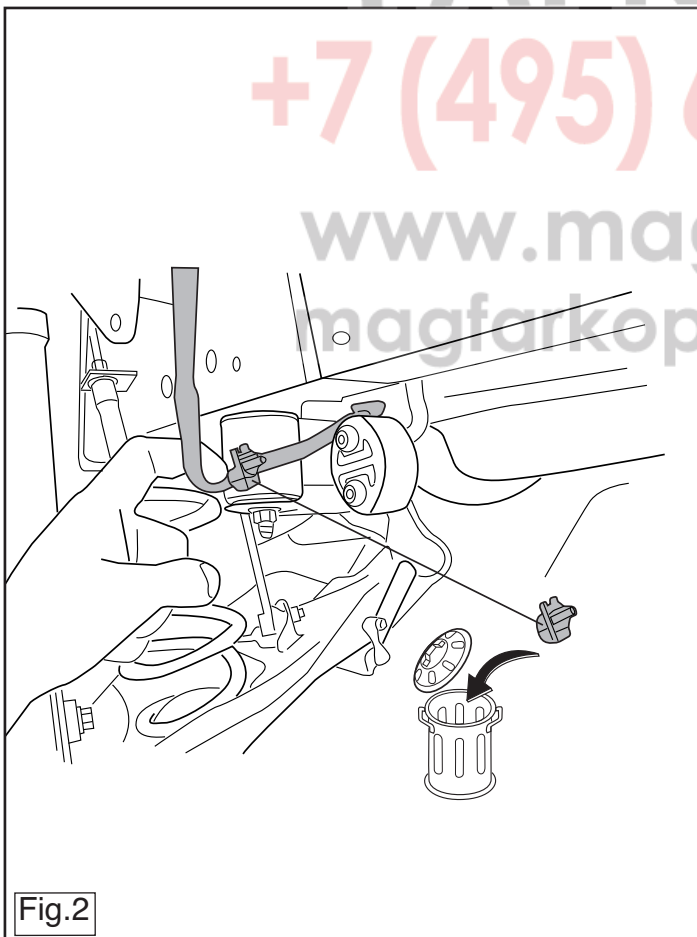

Fig.2
2. Disconnect the PDC's wiring. See figure 2
2. Die Verdrahtung des PDC losmachen. Siehe Abbildung 2
2. Détacher le câblage du PDC. Voir la figure 2
2. Løsn PDC-ledningerne. Se fig. 2